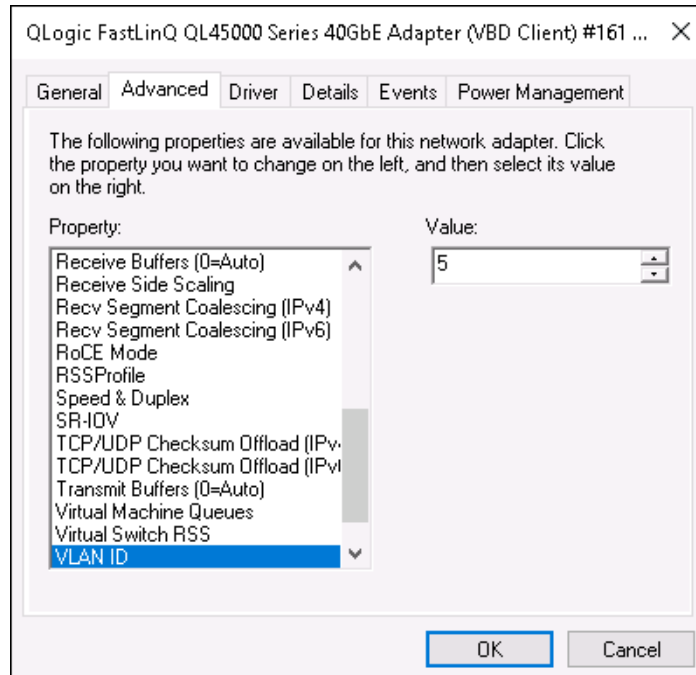

Figura 9-12. Advanced Properties (Propiedades avanzadas): Configuración del Id. de VLAN
- b. En la página Advanced Properties (Propiedades avanzadas) del adaptador (Figura 9-12) en **Property** (Propiedad), seleccione **VLAN ID** (Id. de VLAN) y después establezca el valor.